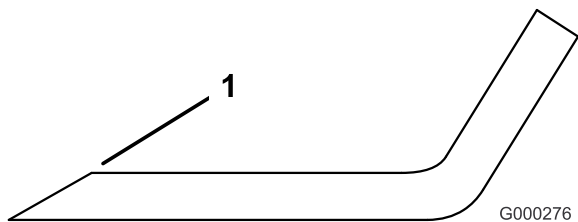

Figure 50
1. Au moyen d'une lime, affûtez les tranchants aux deux extrémités de la lame (Figure 50). Veillez à conserver l'angle de coupe d'origine. Limez la même quantité de métal sur chacun des deux tranchants pour ne pas déséquilibrer la lame.